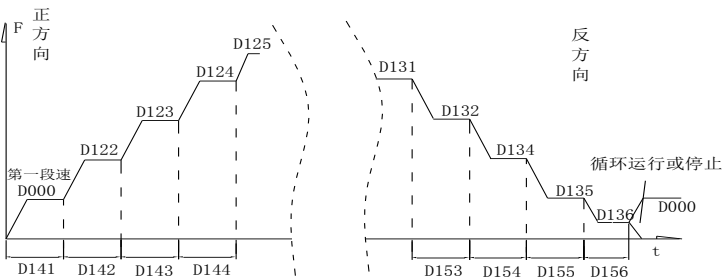

图 23
2) 运行时间是从发出改变频率指令后开始计算的, 包括了升降速时间, 图 23 假定只为同一方向运行, 如其间改变了方向, 那么升降速消耗的时间就更为可观了, 用户对定时较为严格时, 需要考虑这些额外时间。